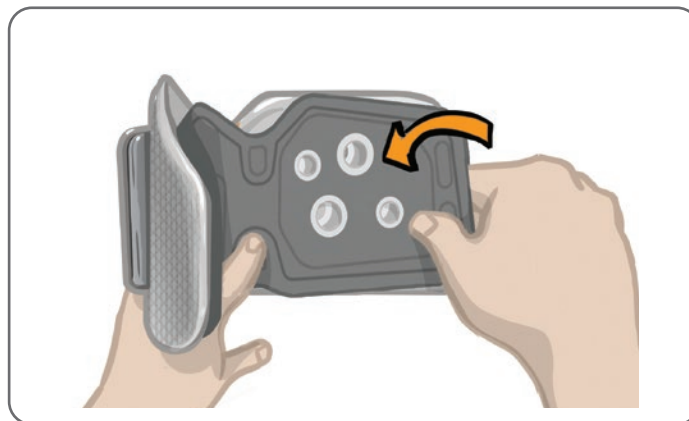

Abbildung 6-4: Befestigen der persönlichen Einlage
1. Richten Sie bei der persönlichen Einlage in Standardgröße die Einlage an den vier Anschlusslöchern der Unterschenkelmanschette in Standardgröße aus. Siehe Abbildung 6-4.